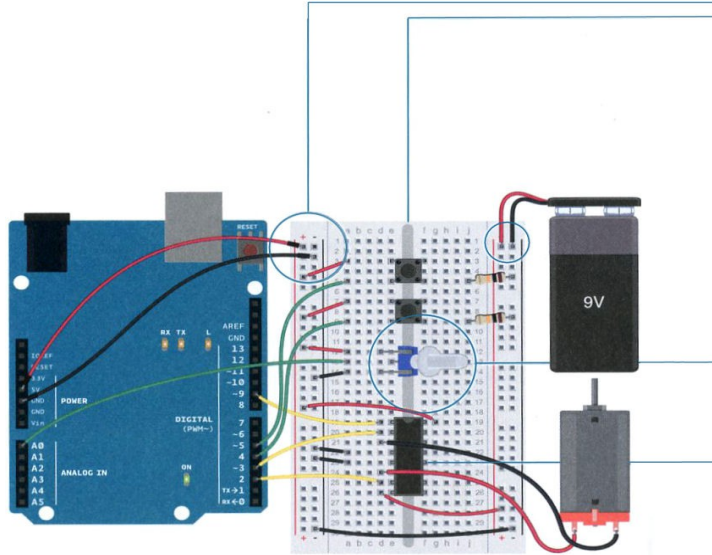

Figura 2
- 4 Colocar el circuito integrado (puente en H) en el centro de la placa de pruebas, tal y como se puede ver en la figura 2. Conectar el terminal 1 de integrado al terminal número 9 de Arduino. Este es el terminal de activación del integrado. Cuando recibe una tensión de +5V hace que el motor funcione, en cambio cuando no recibe tensión hace que el motor se pare. Se usará este terminal para modular el ancho de pulso de este puente en H y de esta forma variar la velocidad del motor.